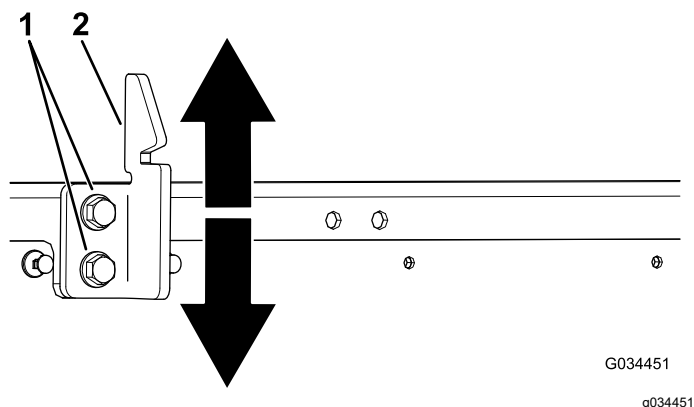

Figure 59
3. Desserrez les 2 boulons sur la gâche du loquet et montez ou descendez la gâche selon qu'elle est trop haute ou trop basse (Figure 59).
4. Serrez les 2 boulons sur la gâche du loquet du plateau (Figure 59).